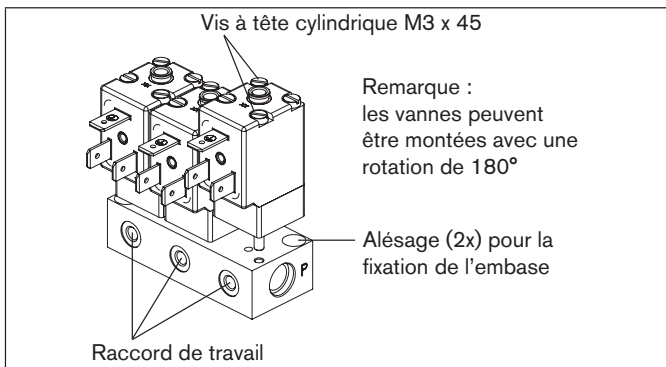

Fig. 3 : Montage de l'embase
- Fixer les électrovannes sur l'embase avec la vis à tête cylindrique M3 x 45 (voir « Fig. 3 » ; couple de serrage maximal : 1 Nm). Les vannes peuvent être montées avec une rotation de 180°.